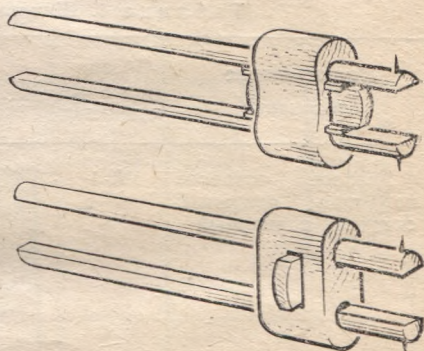

Рис. 30. Рейсмусы с клиновым креплением брусочков.
2. Составьте план работы и расскажите о том, в какой последовательности следует изготовить рейсмус с клиновым креплением брусочков (рис. 30).